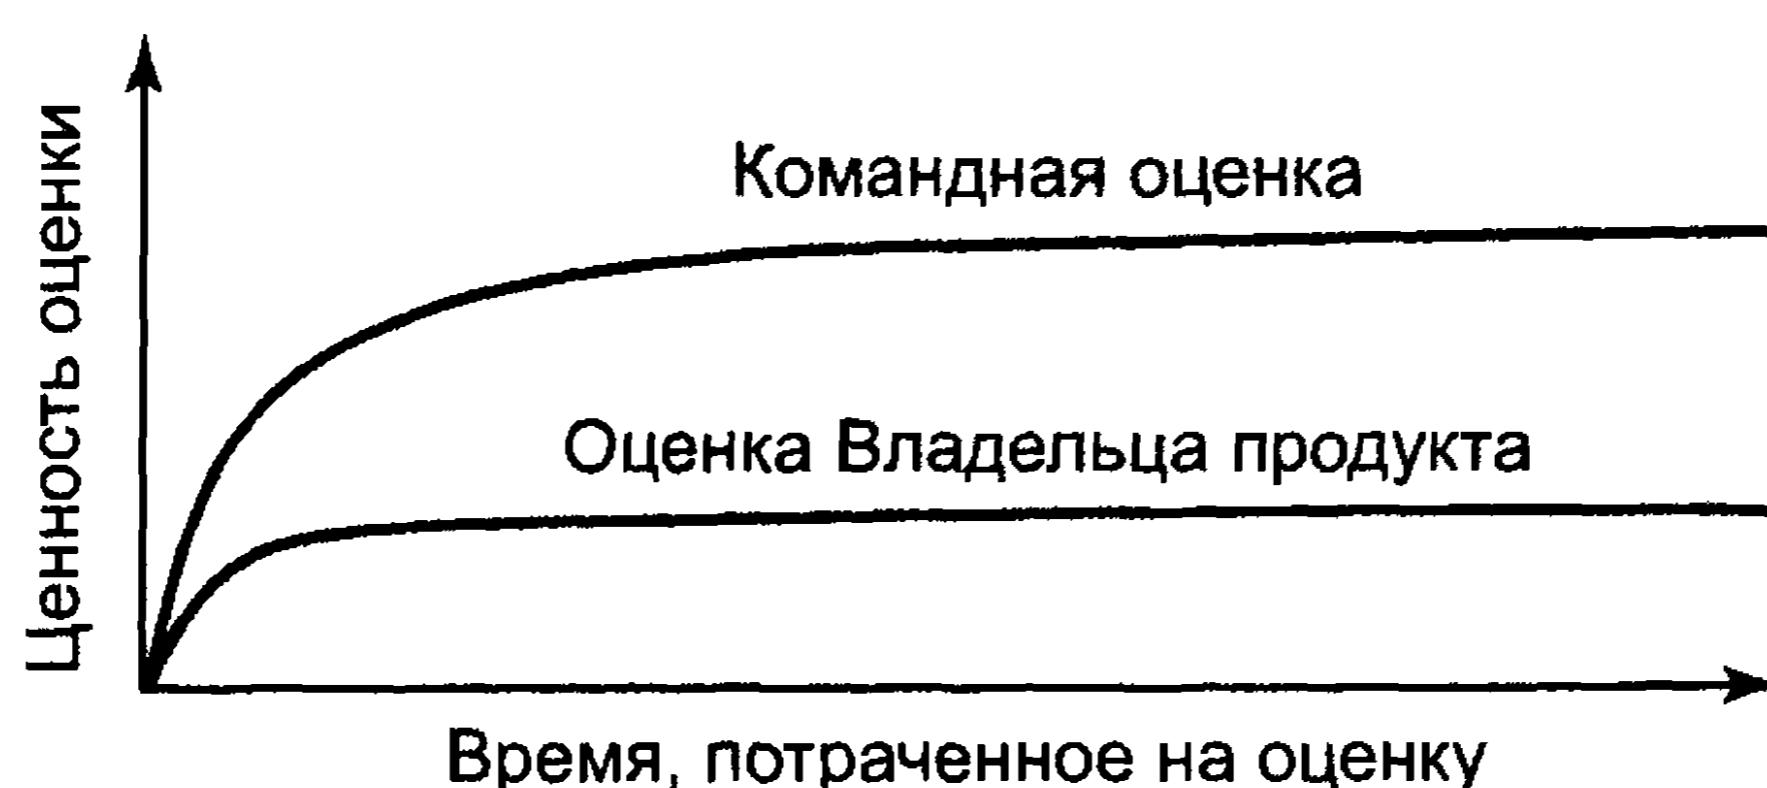

Рис. 4.1. Зависимость величины оценки трудозатрат от длительности времени оценивания
► **Пример.** Требование M могут выполнить три участника команды за четыре дня. Трудозатраты на выполнение требований M составят 12 человеко-дней. Два участника команды будут работать над выполнением требований шесть дней. Оценка трудозатрат должна быть строго ограниченной по времени (рис. 4.1).